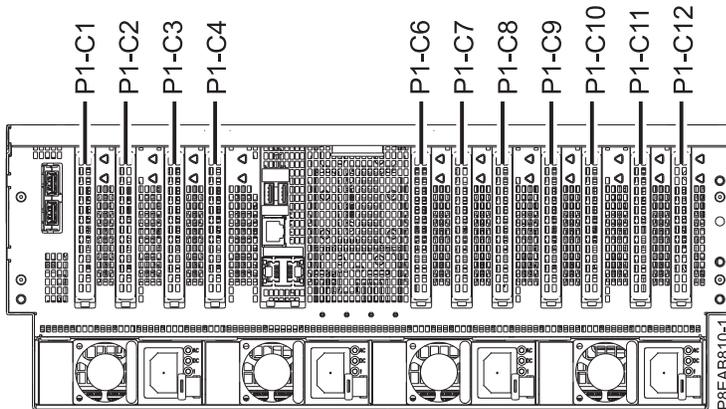

Abbildung 24. Positionen der PCIe-Adaptersteckplätze im System vom Typ 8408-44E oder 8408-E8E
6. Machen Sie sich mit den Positionen der PCIe-Adaptersteckplätze vertraut. Die PCIe-Adapter werden an der Rückseite des Systems installiert. In Abb. 24 auf Seite 39 werden die Positionen der PCIe-Adapter in einem System vom Typ 8408-44E oder 8408-E8E angezeigt.